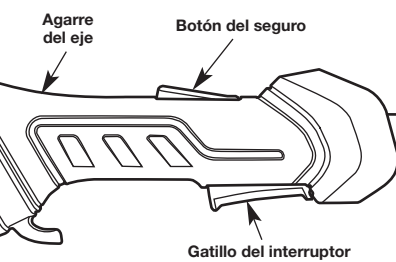

Fig. 10
2. Oprima el botón del seguro y manténgalo oprimido (Fig. 10). Esto hace que funcione el gatillo del interruptor.
3. Sin soltar el botón del seguro, oprima y sostenga el gatillo del interruptor (Fig. 10).